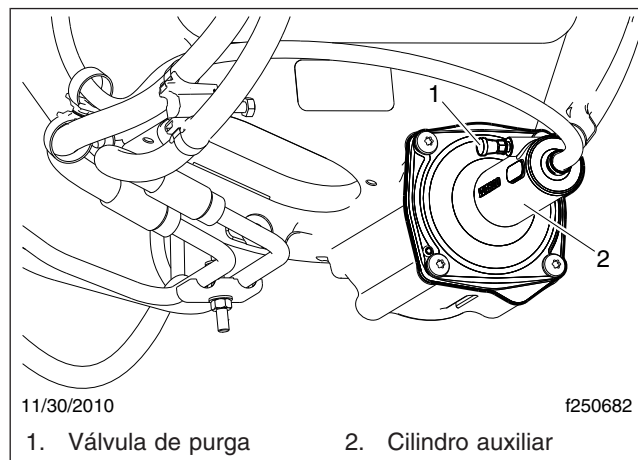

Figura 4, Cilindro auxiliar, control del embrague hidráulico
- 4.2 Retire la tapa de la válvula de purga del cilindro auxiliar. Vea la **Figura 4**. En la válvula, instale una manguera de drenaje transparente conectada a una botella de captación. Esta manguera debe ajustarse firmemente a la válvula de purga de modo que no se salga cuando se bombee líquido.
3. Retire la tapa de la válvula de purga del cilindro auxiliar. Vea la **Figura 4**. En la válvula, instale una manguera de drenaje transparente conectada a un botella de captación. Esta manguera debe ajustarse firmemente a la válvula de purga de modo que no se salga cuando se bombee líquido.